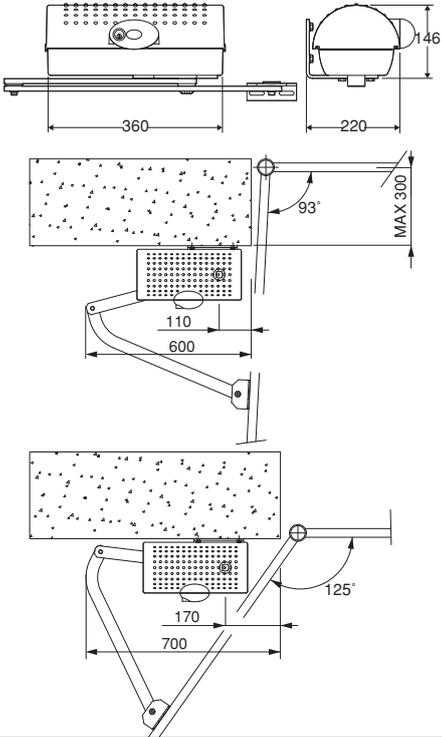
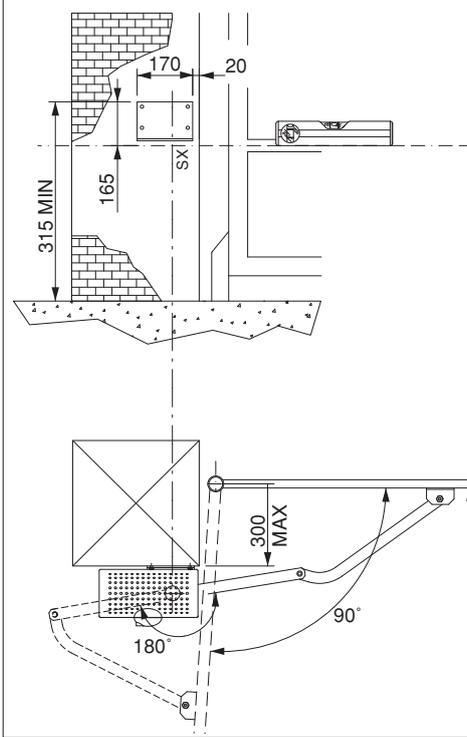
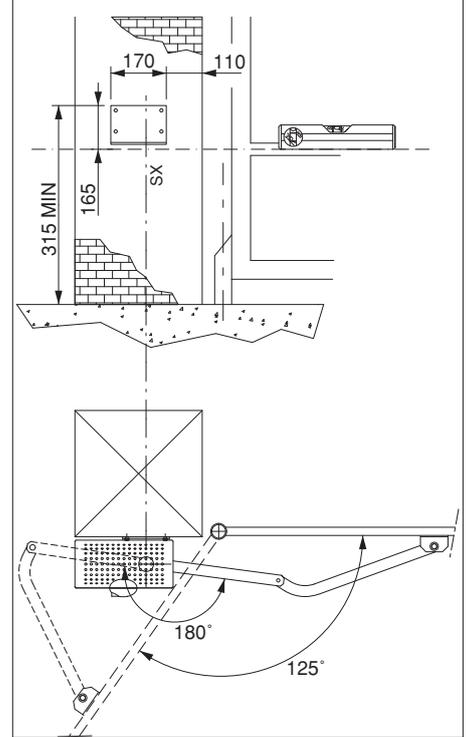

Fig. 2
Fig. 3
Fig. 4
Die Stelle für die Befestigung muß nach der Flügelstruktur gewählt werden. Auf jeden Fall muß der Antriebsarm den Flügel an einer verstärkten Stelle anschieben (Abb. 2).
5) BEFESTIGUNG DER STÜTZPLATTE (Fig.2)
Nachdem bei geschlossenem Tor der Verstärkungspunkt des Torflügels ermittelt wurde, eine imaginäre waagerechte Linie von der Mitte der Verstärkung bis zum Pfosten (Fig.2) ziehen. Den Verankerungsbügel unter Berücksichtigung der in Fig.2 angegebenen Maße auf Öffnung bis zu 90° oder wie in Fig.3 angegeben auf Öffnung über 90° bis zu max. 125° einstellen. Die Befestigungsposition des Bügels muß flach und parallel zum Torflügel sein. Für den Pfostentyp geeignete Schrauben oder Expansionsstüpsel verwenden. Falls die Oberfläche des Pfostens unregelmäßig ist, Expansionsdübel mit Stiftschrauben verwenden, so daß die Platte parallel zum Torflügel reguliert werden kann (Fig.4).